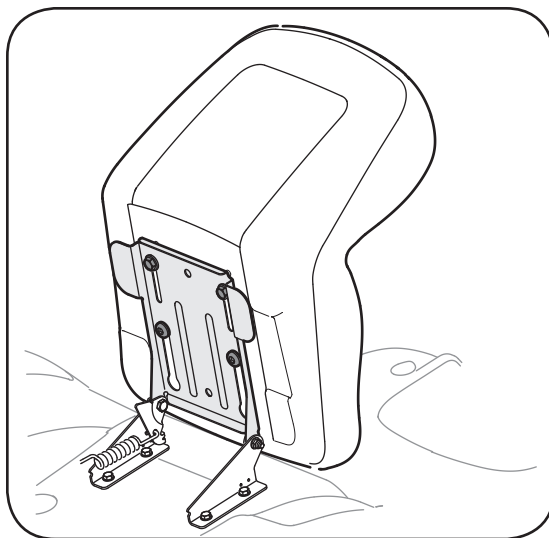
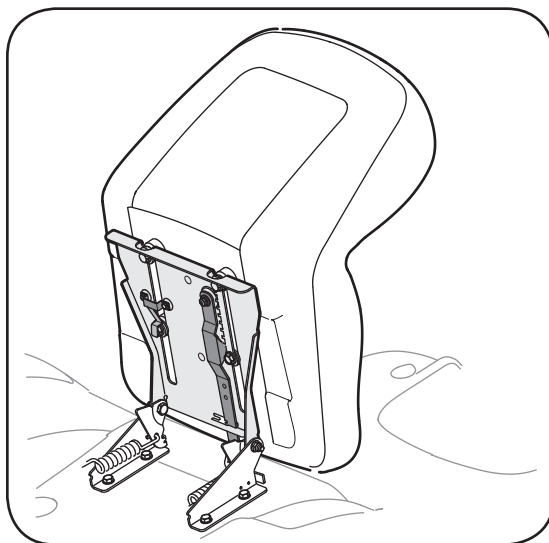
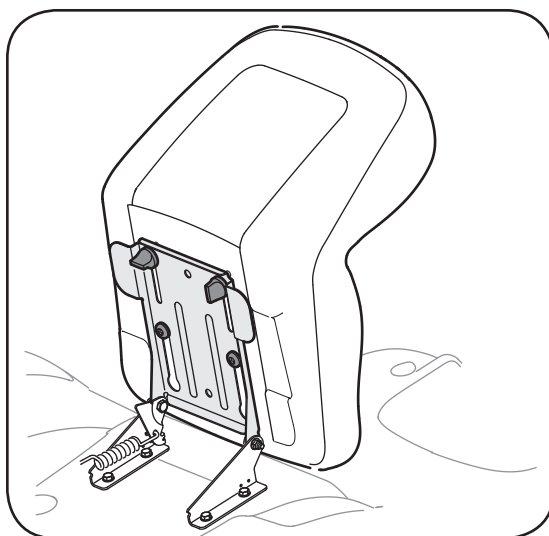

Figura 4
Figura 5
Figura 6
Si el asiento del tractor no se entregó instalado, consulte la Figura 4, la Figura 5 y la Figura 6 para identificar el estilo de asiento de su tractor y siga las instrucciones aplicables que se proporcionan a continuación para la instalación.
1. Coloque los tornillos con reborde (que se encuentran en la base del asiento) dentro de las aberturas de ranura del soporte de pivote del asiento. Figura 4.
3. Seleccione la posición deseada para el asiento y ajústelo con los dos tornillos de cabeza hexagonal que extrajo antes. Vea la Figura 4.
NOTA: Si su asiento fue enviado montado hacia atrás en el soporte de pivote del asiento, tire hacia afuera la aleta que se encuentra en el tope del asiento y manténgala abierta mientras desliza el asiento fuera del soporte de pivote del asiento. Vea la Figura 5.
2. Deslice el asiento hacia adentro hasta que el separador delantero del asiento engrane en el tope del asiento. Vea la Figura 5.
1. Coloque los tornillos con reborde (que se encuentran en la base del asiento) dentro de las aberturas de ranura del soporte de pivote del asiento. Figura 6.
3. Seleccione la posición deseada para el asiento, y ajústelo con las dos perillas que extrajo antes. Vea la Figura 6.